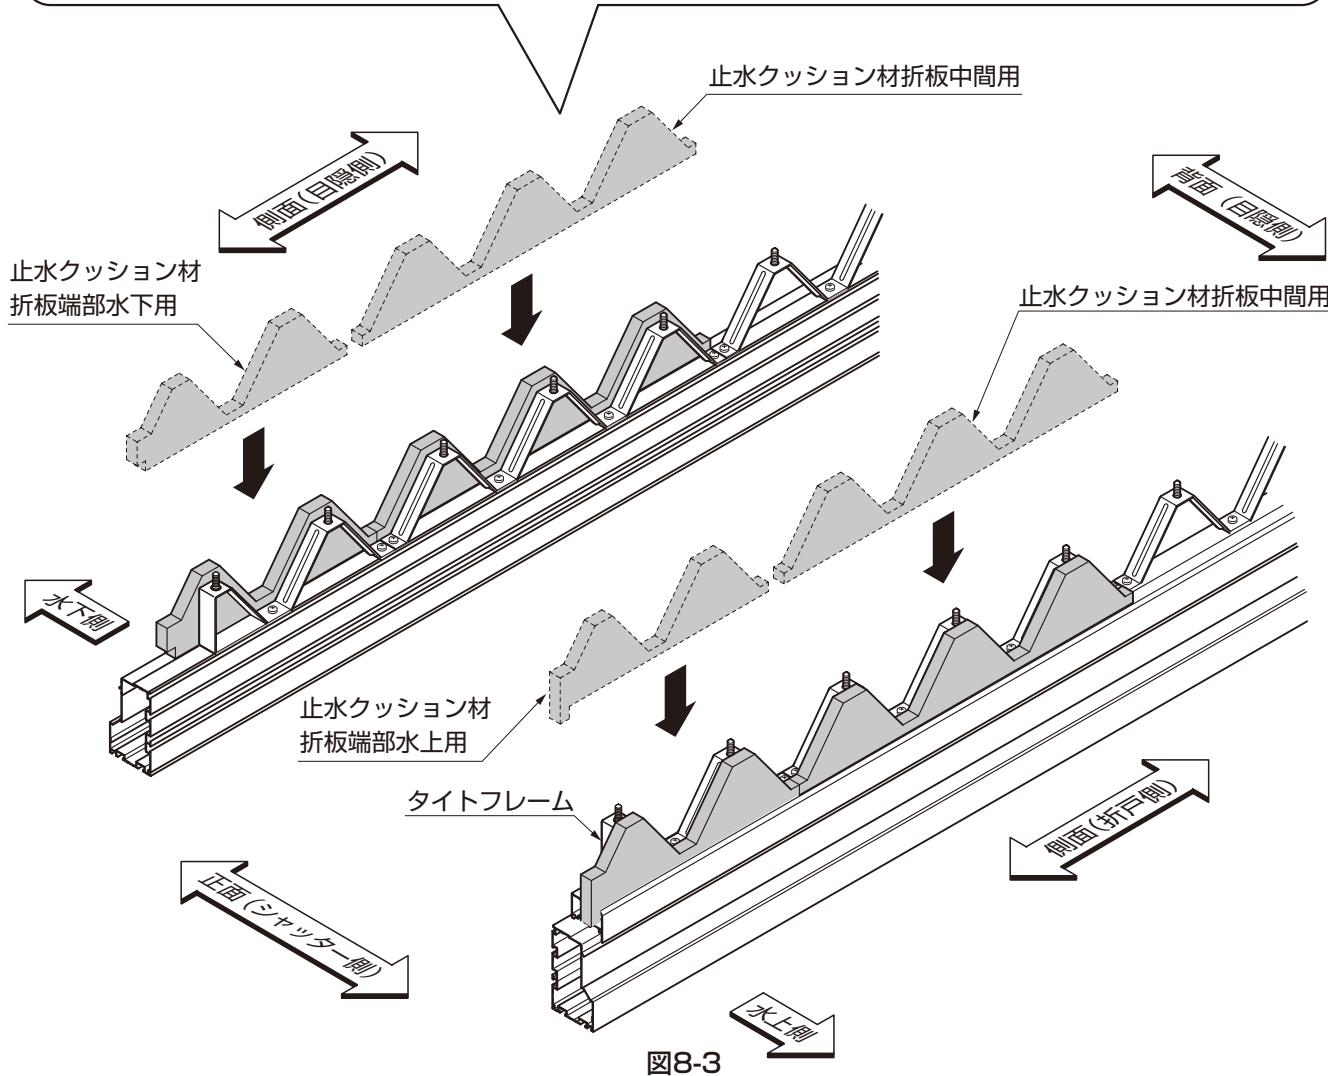

図8-3
①タイトフレームの外側に端部用と中間用の止水クッション材の下面シール(※2)をはがしてそれぞれ貼付けてください。(図8-3参照)